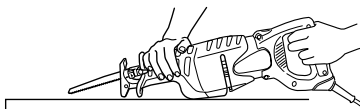
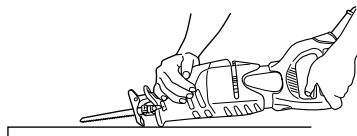

Fig. 22
Fig. 23
Avec cet outil, il est possible d'effectuer des coupes de poche dans des panneaux de contreplaqué et des panneaux de bois mince. La coupe de poche s'effectue en toute facilité avec la lame installée à l'envers, comme indiqué aux Fig. 23, 25 et 27. Utiliser une lame aussi courte et épaisse que possible. Il est recommandé d'utiliser la lame BIMETAL No.132 mentionnée dans la page 36. Procéder avec précaution pour effectuer la coupe de poche et observer les procédures suivantes.
- (1) Appuyez la partie inférieure (ou la partie supérieure) du socle contre le matériau. Tirer sur la gâchette tout en maintenant l'extrémité de la lame éloignée du matériau. (Fig. 22, Fig. 23)